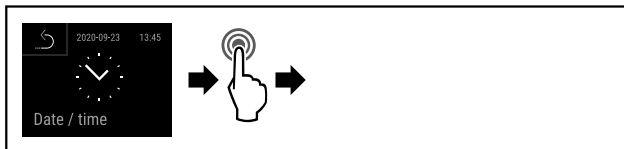

Fig. 106
- ▶ Hajtsa végre a művelet lépéseit (lásd Fig. 106) .